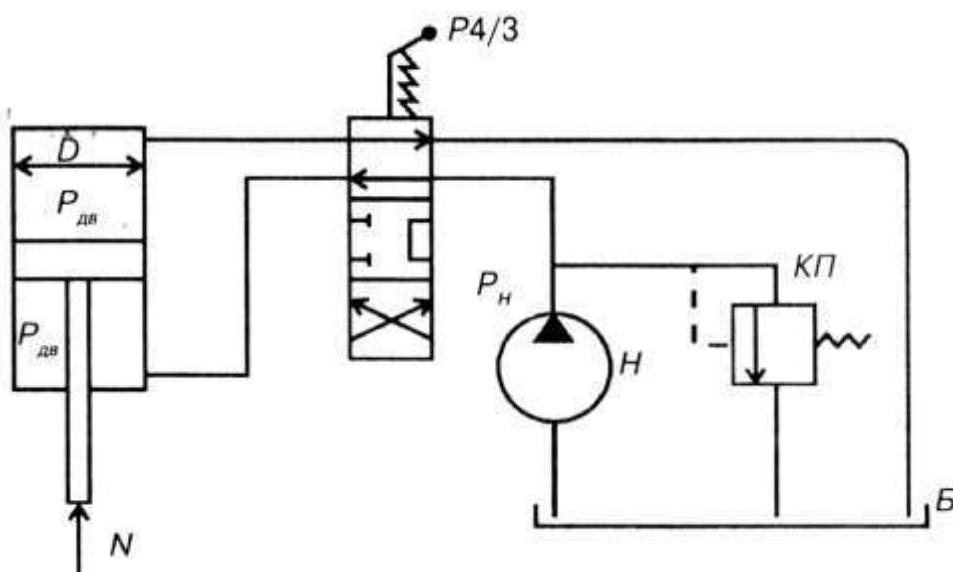

Рисунок 1 – Схема объемного гидропривода возвратно-поступательного движения
**Задача №1.** Гидравлическая система рулевого управления трактора К-700 (рисунок 1) состоит из насоса  $H$  шестеренчатого с подачей  $Q$ , развивающего давление на выходе насоса  $P_n$ , нагнетательного трубопровода длиной и диаметром  $d$ , предохранительного клапана  $KП$ , гидрораспределителя  $P4/3$ , силового цилиндра  $Ц$  с поршнем диаметром  $D$ , сливного трубопровода и гидробака  $Б$ . В качестве рабочей жидкости используется автотракторное масло с кинематической вязкостью  $\nu$  и удельным весом  $\gamma$ .
ЗАДАЧА № 4. Свеклоуборочный комбайн КСТ-2 снабжен устройством для копирования контура междурядий гряд, которое управляется гидросистемой комбайна (рис. 1). Эта система имеет силовой цилиндр Ц с поршнем, распределитель Р4/3 с золотником, гидронасос Н и перепускной клапан КП. Силовой цилиндр Ц соединен с распределителем при помощи трубопроводов.
ЗАДАЧА № 5. Культиватор-растениепитатель КРСШ-2,8 снабжен гидравлической системой, состоящей из следующих элементов: силового цилиндра Ц, гидрораспределителя Р4/3, шестеренного насоса Н и перепускного клапана КП (рис. 1).
ЗАДАЧА № 6. Гидравлическая система загрузчика сеялок автомобильного ЗСА-40 (рис. 1) содержит следующие основные элементы: шестеренный насос Н, подключенный к нагнетательному трубопроводу, установленный на сливном трубопроводе предохранительный клапан КП, распределитель Р4/3 и силовой цилиндр Ц с возможностью возвратно-поступательного перемещения поршня.
ЗАДАЧА № 7. Картофелеуборочный комбайн ККУ-2 «Дружба» снабжен гидравлической системой, состоящей из следующих элементов: цилиндра силового Ц, гидрораспределителя Р4/3, шестеренного насоса Н и предохранительного клапана КП (рис. 1).
**ЗАДАЧА № 8.** Гидросистема грядоделателя навесного ГН-2А имеет гидравлическую систему, включающую силовой цилиндр Ц с поршнем, распределитель Р4/3, шестеренный насос Н и перепускной клапан КП. Нагнетательный трубопровод имеет длину  $l$  и диаметр  $d$ . Цилиндр поршня имеет диаметр  $D$  (рис. 1).
**ЗАДАЧА № 9.** Гидравлическая система пресс-подборщика с боковой подачей ППБ-1,3 состоит из следующих основных элементов: силового цилиндра Ц, гидрораспределителя Р4/3, шестеренного насоса Н и перепускного клапана КП (рис. 1).